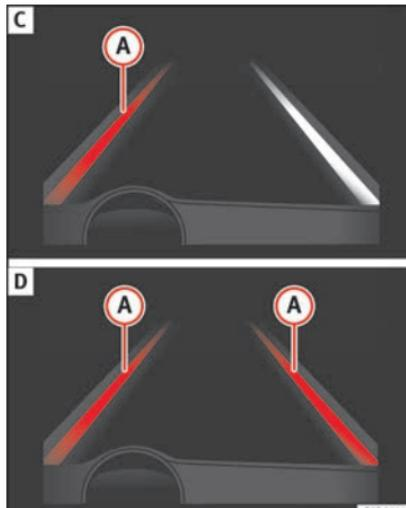

Fig. 218 Sul display del quadro strumenti: indicazione sul display del dispositivo di assistenza per il mantenimento della corsia (esempio 2).
- Il dispositivo è operativo, la linea evidenziata **A** indica il rischio di oltrepassare involontariamente la linea di demarcazione della corsia e sta agendo sullo sterzo per correggere la traiettoria **» fig. 218 C.**
- Le due linee evidenziate **A** si accendono contemporaneamente quando entrambe le linee di demarcazione della corsia sono state rilevate e la funzione di guida adattativa nella corsia è attiva **» fig. 218 D.**